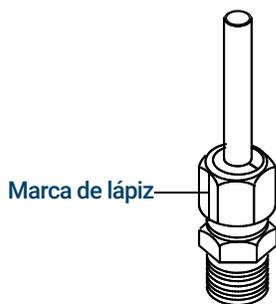

Figura 26. Marque la conexión
- 7 Marque la tuerca con un lápiz. Consulte la sección **Figura 26**.